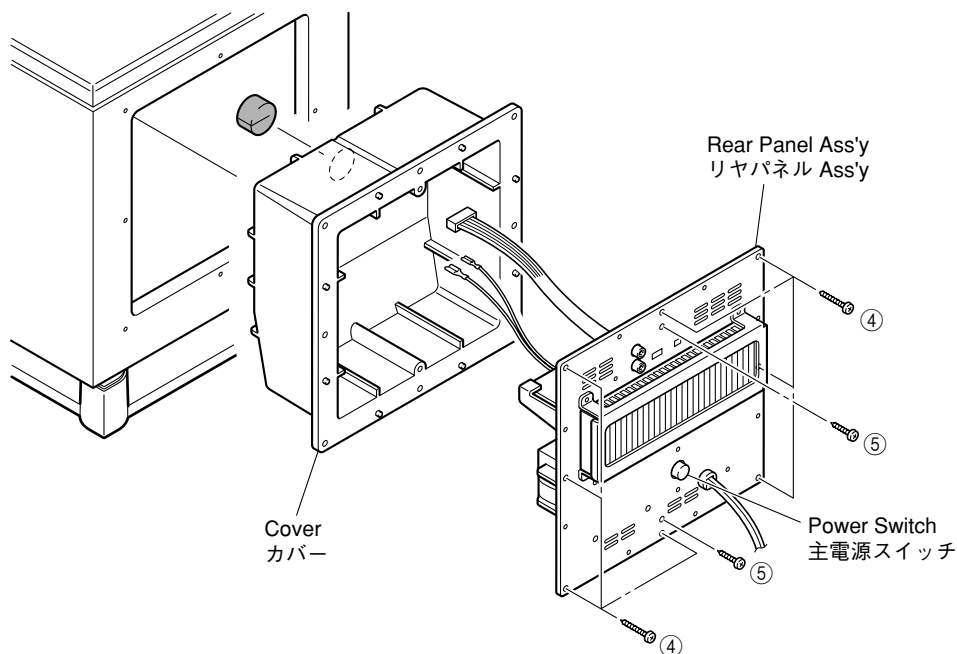

Fig. 3
- a. Remove 8 screws (④). (Fig. 3)
- * Screws (④) are identified with arrow marks (◀).
- b. Pull out the rear panel ass'y. (Fig. 3)
- a. Remove 2 screws (⑤). (Fig. 3)
- * Screws (⑤) are identified with arrow marks (⇨).
- b. Remove the cover. (Fig. 3)
- a. ④のネジ8本を外します。(Fig. 3)
- ※ 取り外す④のネジには矢印(◀)が印刷されています。
- b. リアパネルAss'yを引き出します。(Fig. 3)
- c. ⑤のネジ2本を外します。(Fig. 3)
- ※ 取り外す⑤のネジには矢印(⇨)が印刷されています。
- d. カバーを外します。(Fig. 3)